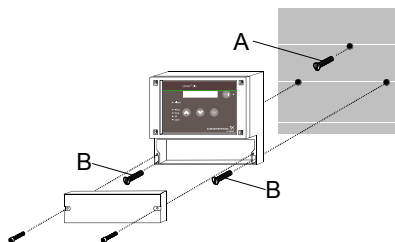

Рис. 4 Схема установки
2. В дюбель центрального отверстия вверните винт (А) так, чтобы он выступал приблизительно на 1 см. См. рис. 4.